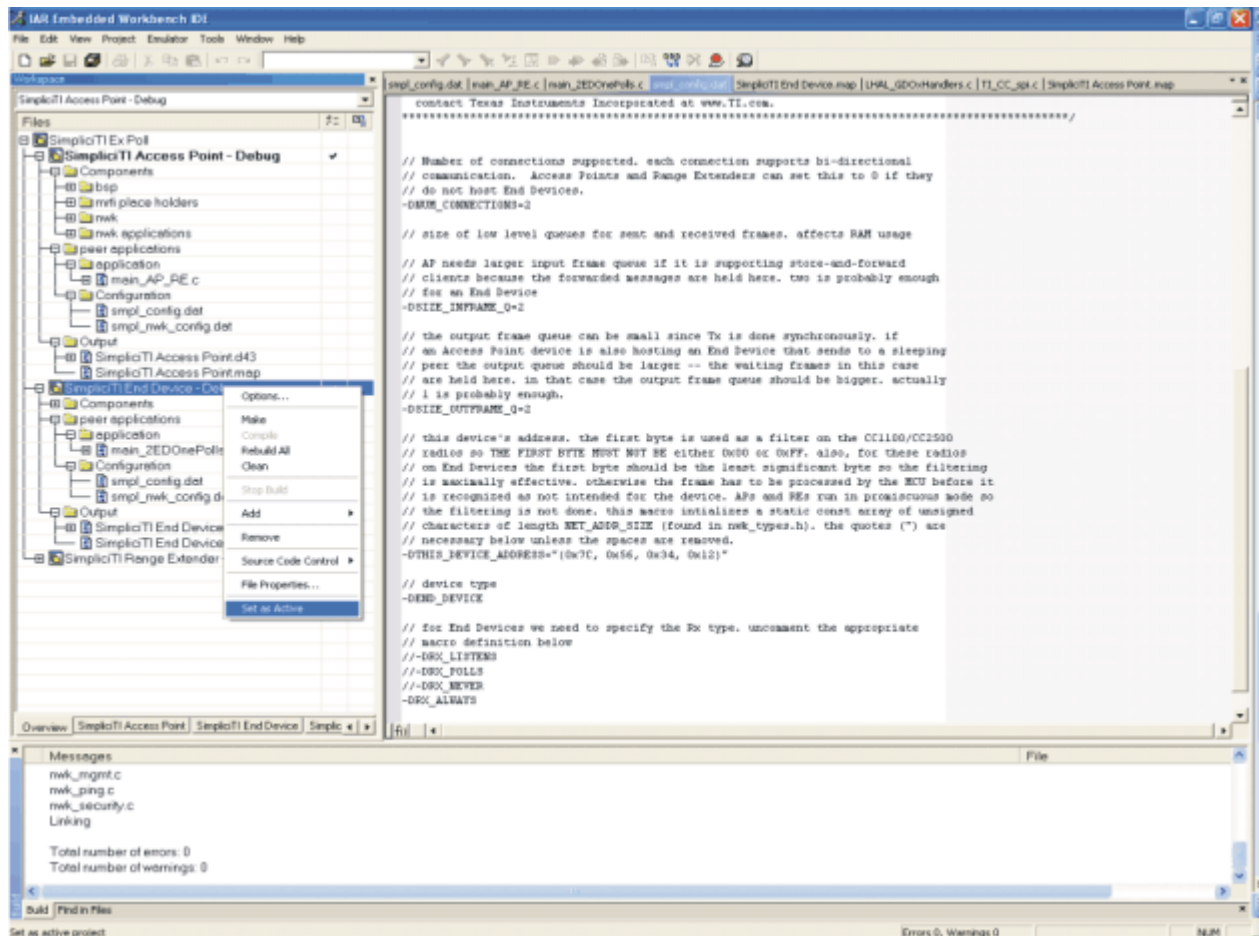

图 7. IAR 嵌入式工作平台 Kickstart 工作区
- (a) 右键点击工作区内的访问点项目并点击 **Set as Active** 如图 7 所示。